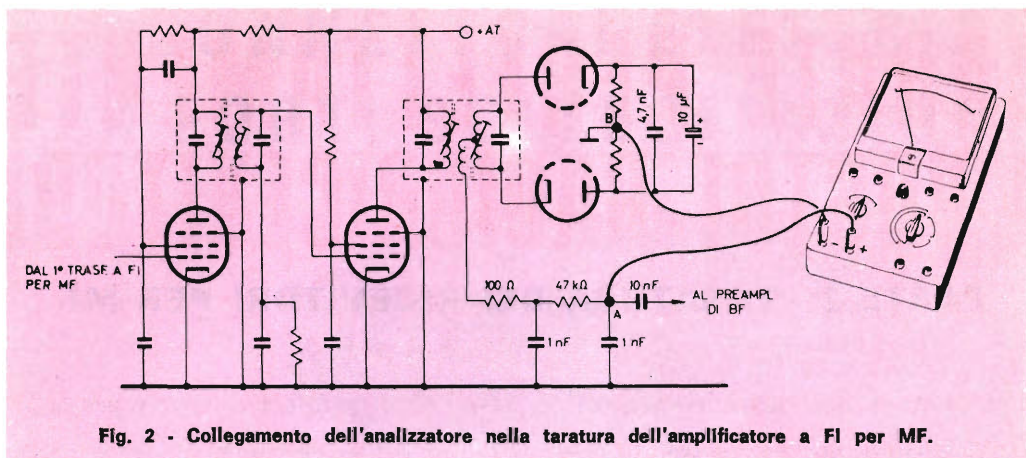

Fig. 2 - Collegamento dell'analizzatore nella taratura dell'amplificatore a FI per MF.
L'analizzatore (da almeno 10 kΩ/V) deve essere disposto per la misura di tensioni continue sulla portata di 10 V e collegato tra i capi del condensatore elettrolitico di rivelazione, come illustrato nella *fig. 2*.
**Circuiti nuovi** - Il circuito della fig. 2, descritto in un bollettino tecnico diramato dalla General Electric, può essere usato come base per un sistema di segnalazione economico ma molto utile, adatto per uffici, negozi, scuole o anche in casa. Dato il ridotto nu-